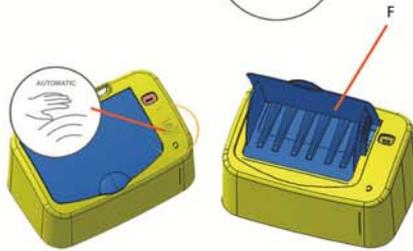

FIG.3
Deslizar la palma de la mano sobre el pictograma que la representa, sin que sea necesario tocar la UH SENSOR. El sensor se activará y se abrirá la tapa (F) para que se pueda introducir el residuo o pañal. Si precisa volver a utilizar el aparato, repita el movimiento. (FIG.3)